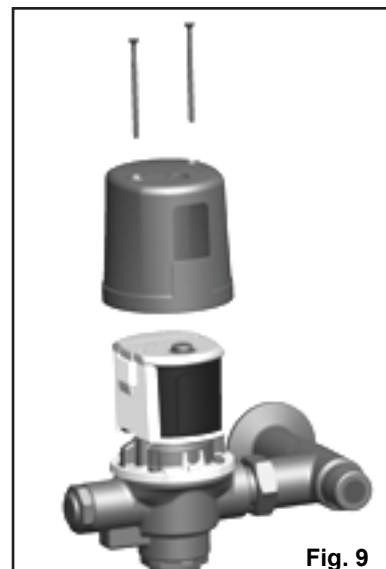

Fig. 9
- Si 30 minutes se sont écoulées depuis la mise en marche initiale de la vanne - ouvrez le compartiment de piles (Figures 9 et 10) et débranchez le mousqueton de la pile pendant 10 secondes. Rebranchez et remettez la couverture et les vis. Si câblé - débranchez le mousqueton de la pile au convertisseur câblé pendant 10 secondes.
1. Retirez les deux vis du couvercle et soulevez le couvercle métallique, voir Figure 9.